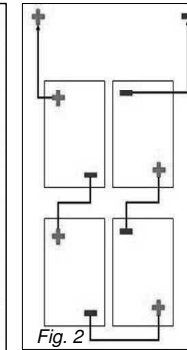

Fig. 2
4. Posizionare le batterie secondo lo schema e collegarle con i cavi dati in dotazione (Fig. 2). Evitare che gli utensili entrino in contatto simultaneamente con più di un polo della batteria.